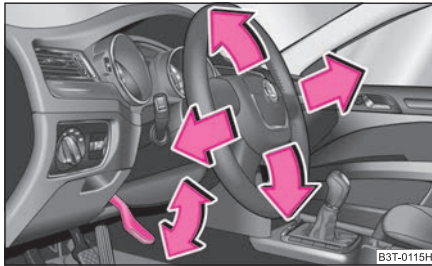

Abb. 119 Verstellbares Lenkrad: Hebel neben der Lenksäule
- Schwenken Sie den Hebel unter der Lenksäule ⇒ Abb. 119 nach unten ⇒ ⚠.